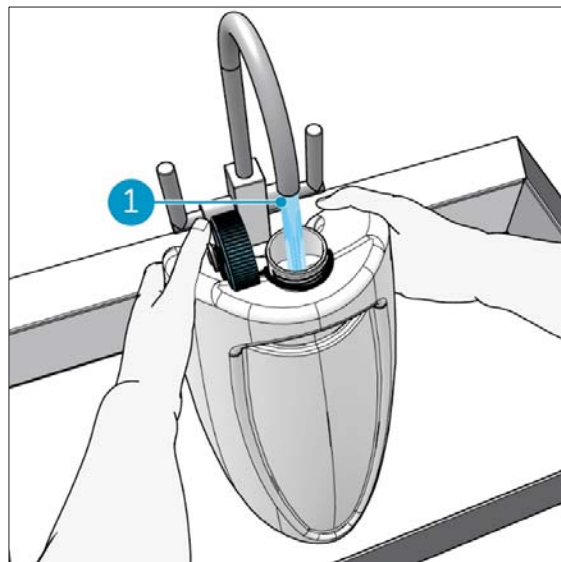

Figure 33
11. Remplissez le réservoir de récupération avec environ 1 litre d'eau du robinet (Figure 33, pos 1).